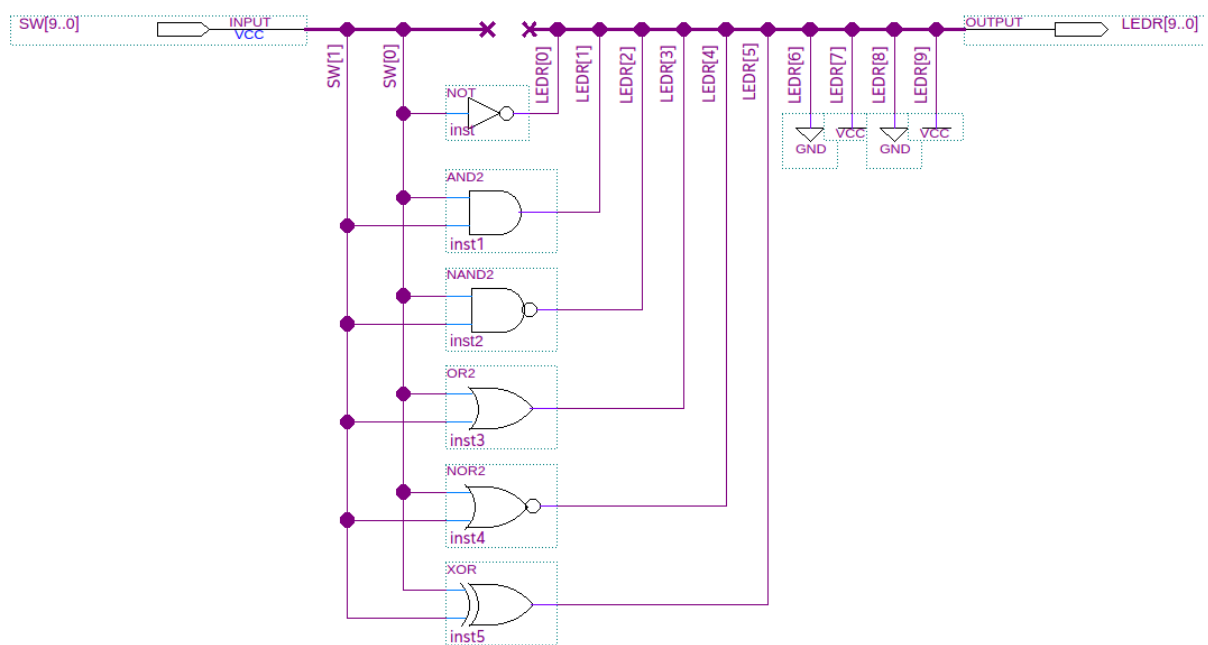

Рис.0.25 - Схема для дослідження базових логічних елементів
Додайте на схему елементи НІ (not), І (and2), І-НІ (nand2), АБО (or2), АБО-НІ (nor2), ВИКЛЮЧАЮЧЕ-АБО (xor), вхідний порт (input), вхідний порт (output), лог. 0 (gnd), лог. 1 (vcc). З'єднайте між собою елементи як показано на рис.0.25.
Для того, щоб підключити провідник до певного розряду шини, необхідно з'єднати провідник з шиною і у властивостях провідника задати ім'я розряду шини до якого відбувається підключення (SW[0], SW[1], LEDR[0], тощо). Ім'я провідника визначається в полі Name властивостей провідника. На рис.0.25 показано підключення провідників до розрядів шин SW та LEDR.
Вставте у створений файл опис цифрової схеми з рис.0.25 на мові Verilog (лістинг 0.5)
**Лістинг 0.5** - Опис цифрової схеми з рис.0.25 на мові Verilog